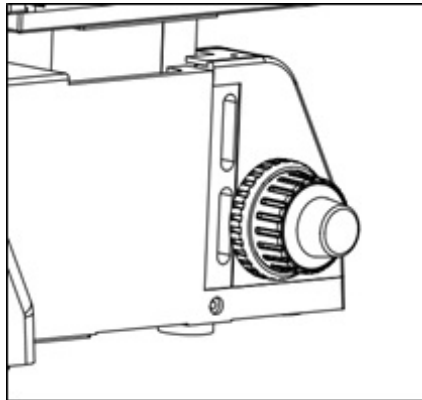

Fig. 24
5.9. Upper Focus Limit (Fig. 24)